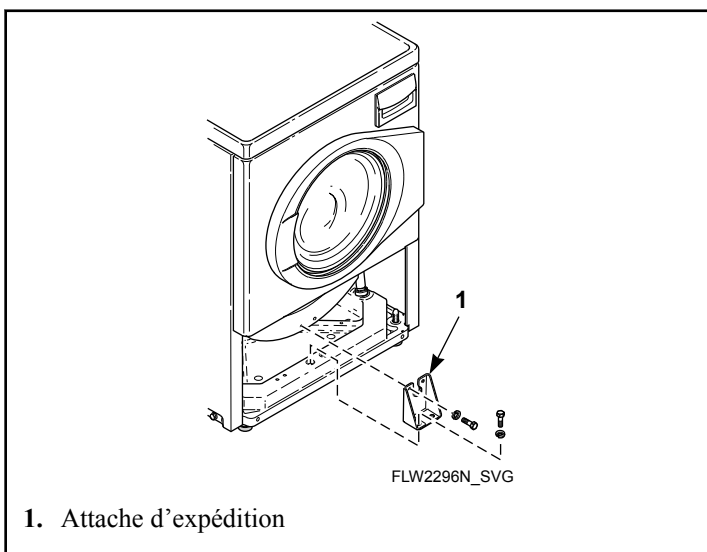

Figure 38
4. Fixer l'attache de transport au poids et à la base à l'aide de quatre boulons et rondelles. Se reporter à la Figure 38 .